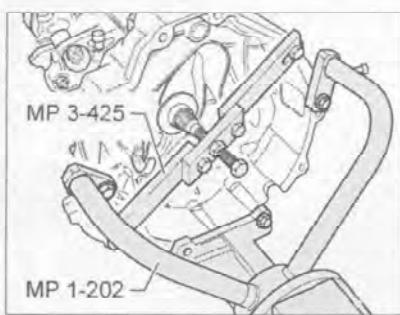

Рис. 7.218. Зафиксируйте входной/первичный вал с помощью моста MP 3-425.
83. Зафиксируйте входной/первичный вал с помощью моста MP 3-425 (рис. 7.218).